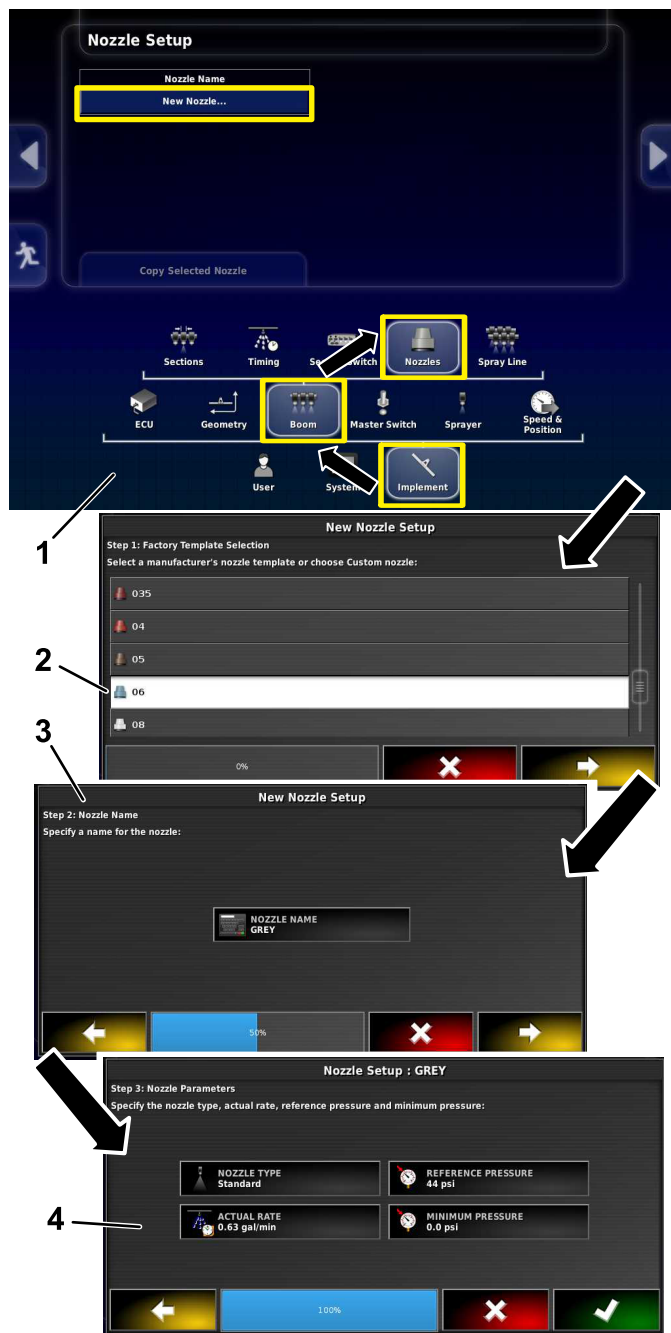

Figura 6
2. Selecione o ícone de acessórios, ícone de rampa e ícone de bicos (Figura 6).
3. Selecione o ícone do novo bico na parte superior do ecrã (Figura 6).
4. Selecione o bico com base na dimensão e cor (Figura 6).
5. Carregue no ícone NOME DO BICO (Figura 6).